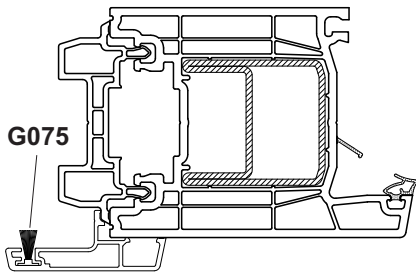

Abb.1 Einsetzen der Bürstendichtung **G075** in Stulpleiste **A390**
2. Bürstendichtung **G075** in Stulpleiste **A390** einkleben (Abb.1).